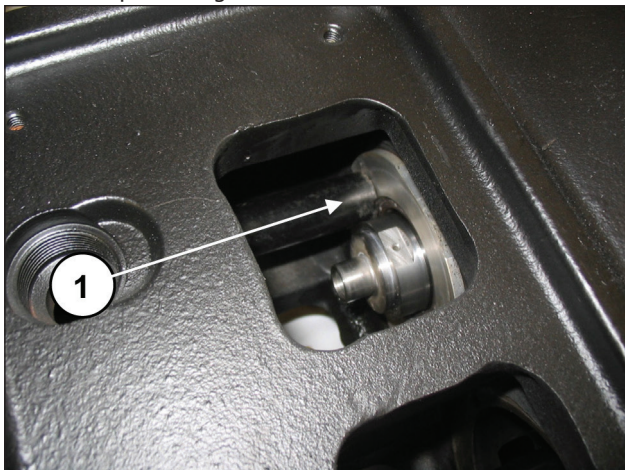
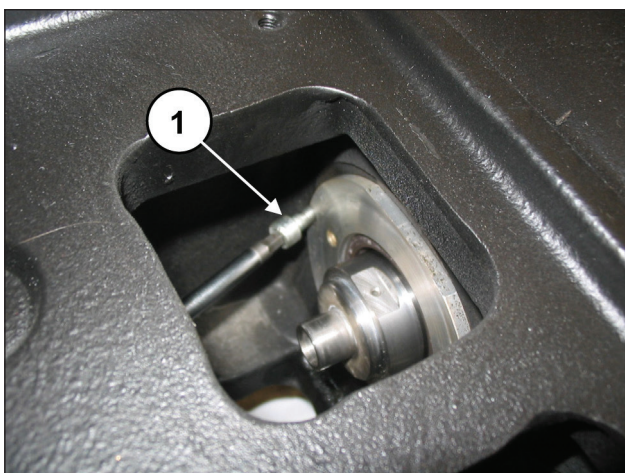

Fig. 177
Fig. 178
Assicurarsi che il coperchio entri completamente in sede (pos. ①, Fig. 177) facendo attenzione a non danneggiare il labbro del paraolio. Avvitare i coperchi paraolio mediante 2 viti M6x14 (pos. ①, Fig. 178).